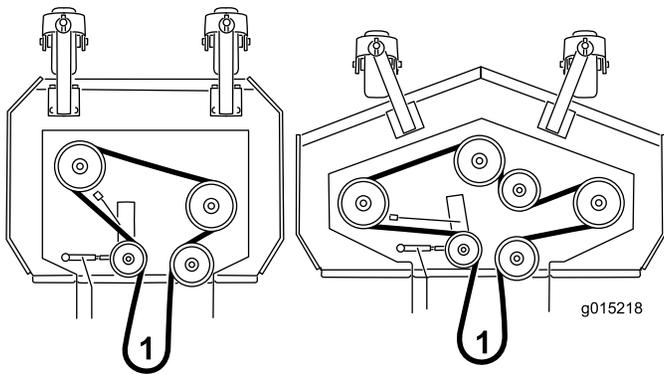

Figura 5
9. Compruebe el enrutado de la correa de transmisión de la carcasa (Figura 5). Consulte en la sección Ajuste de la tensión de la correa del cortacésped del *Manual del operador* las instrucciones sobre el ajuste de la correa de transmisión de la carcasa. Asegúrese de que la correa está instalada en el lado correcto de la guía de la correa, por debajo del bastidor del motor, y ajuste la guía de la correa.